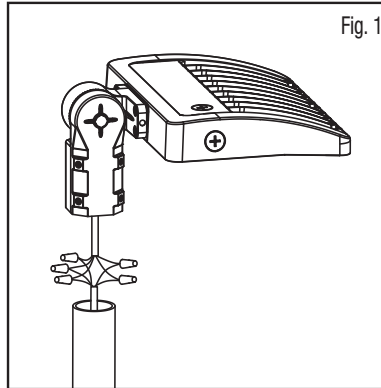
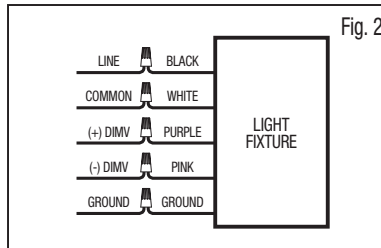

Fig. 1
Fig. 2
3. Using a 5/32" Allen key, loosen all four (4) socket set screws (**M8x16**)
4. Wiring Connections: Using a wire nut, secure the supply ground wire (copper/green) to fixture ground wire (green/copper). Important: If you cannot locate the junction box ground wire, please contact your local electrician for grounding options. Using a wire nut, secure black supply wire (hot) with the black fixture wire and white supply wire (neutral) to the white fixture wire (Fig. 1). See wiring guide (Fig. 2.) ***Ensure all wire connections are secure before proceeding.**
3. À l'aide d'une clé Allen de 5/32", desserrez les quatre (4) vis sans tête (**M8x16**).
4. Connexions électriques : À l'aide d'un domino/capuchon, fixez le fil de terre d'alimentation (cuivre/vert) au fil de terre du luminaire (vert/cuivre). Important : si vous ne trouvez pas le fil de terre du boîtier de jonction, contactez un électricien local pour les options de mise à la terre. À l'aide d'un connecteur, fixez le fil d'alimentation noir (phase) au fil noir du luminaire et le fil blanc d'alimentation (neutre) au fil blanc du luminaire (Fig. 1). Voir le guide de câblage (Fig. 2.) ***Assurez-vous que toutes les connexions sont bien fixées avant de continuer.**